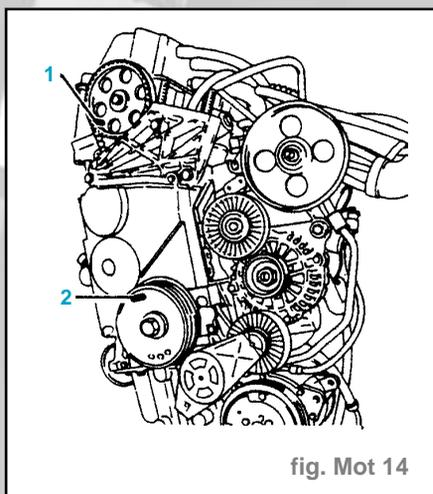

fig. Mot 14
- Piger (fig. Mot 14) :
- S'assurer du calage correct du vilebrequin à l'aide de la pige [2] (fig. Mot 14).
- Déposer la pige [2] (fig. Mot 14).
- S'assurer du calage correct de la distribution en reposant les piges de calage d'arbre à cames et de vilebrequin (fig. Mot 14).